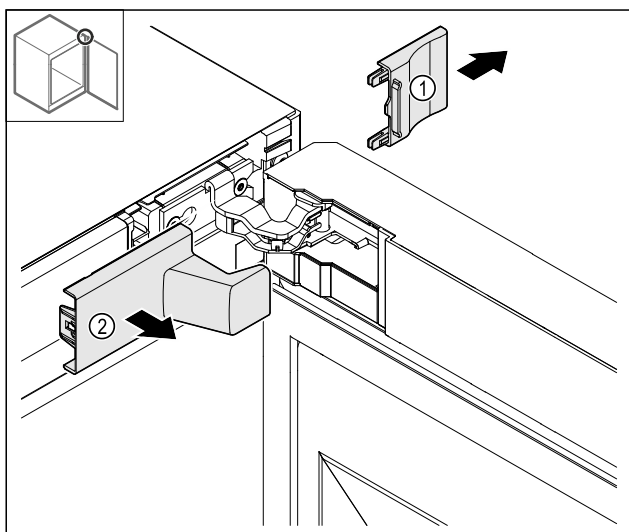

Fig. 13
- ▶ Odstraňte kryt Fig. 13 (1) a pak Fig. 13 (2).